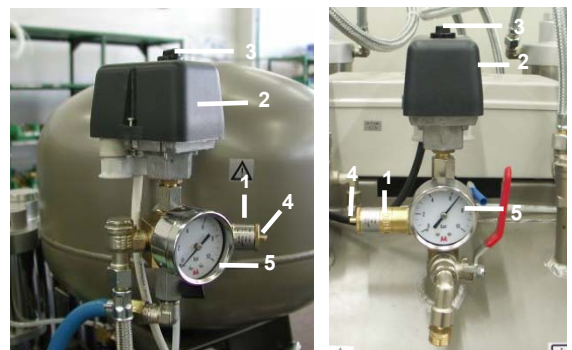
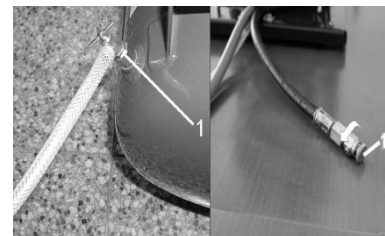

Fig.13
Fig.14
(Fig.13)
14.1. Vidange du condensé**Compresseurs sans sécheur d'air (Fig.14, Fig.15)**
(Fig. 13)
Au cas où le compresseur ne sera pas utilisé pendant une période plus longue, il est recommandé de vidanger le liquide condensé du réservoir de pression et mettre le compresseur en fonctionnement pour une durée d'environ 10 minutes avec la vanne de purge (1) ouverte – (Fig.14, Fig.15) Ensuite arrêter le compresseur par le rupteur (3) sur l'interrupteur de pression (Fig.13), fermer la soupape de vidange du condensé et débrancher l'installation du réseau.
- Laisser sortir l'air comprimé du réservoir en ouvrant la soupape de vidange du condensé (1) (Fig.14, Fig.15).